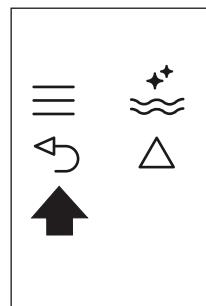

Fig. 25
- Prima duas vezes o ícone  (B6) (Fig. 25) para sair do menu.
- ▶ Prima duas vezes o ícone \leftarrow (B6) (Fig. 25) para sair do menu.